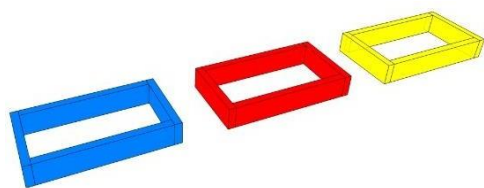

Рис.4. Лотки для цветных грузов
2.5.1.3.1. «Забой» - цокольный этаж с лотками (рис.4) с грузом трех цветов - синий, красный, желтый символизирующих «Уголь», «Железную руду» и «Золото» соответственно.